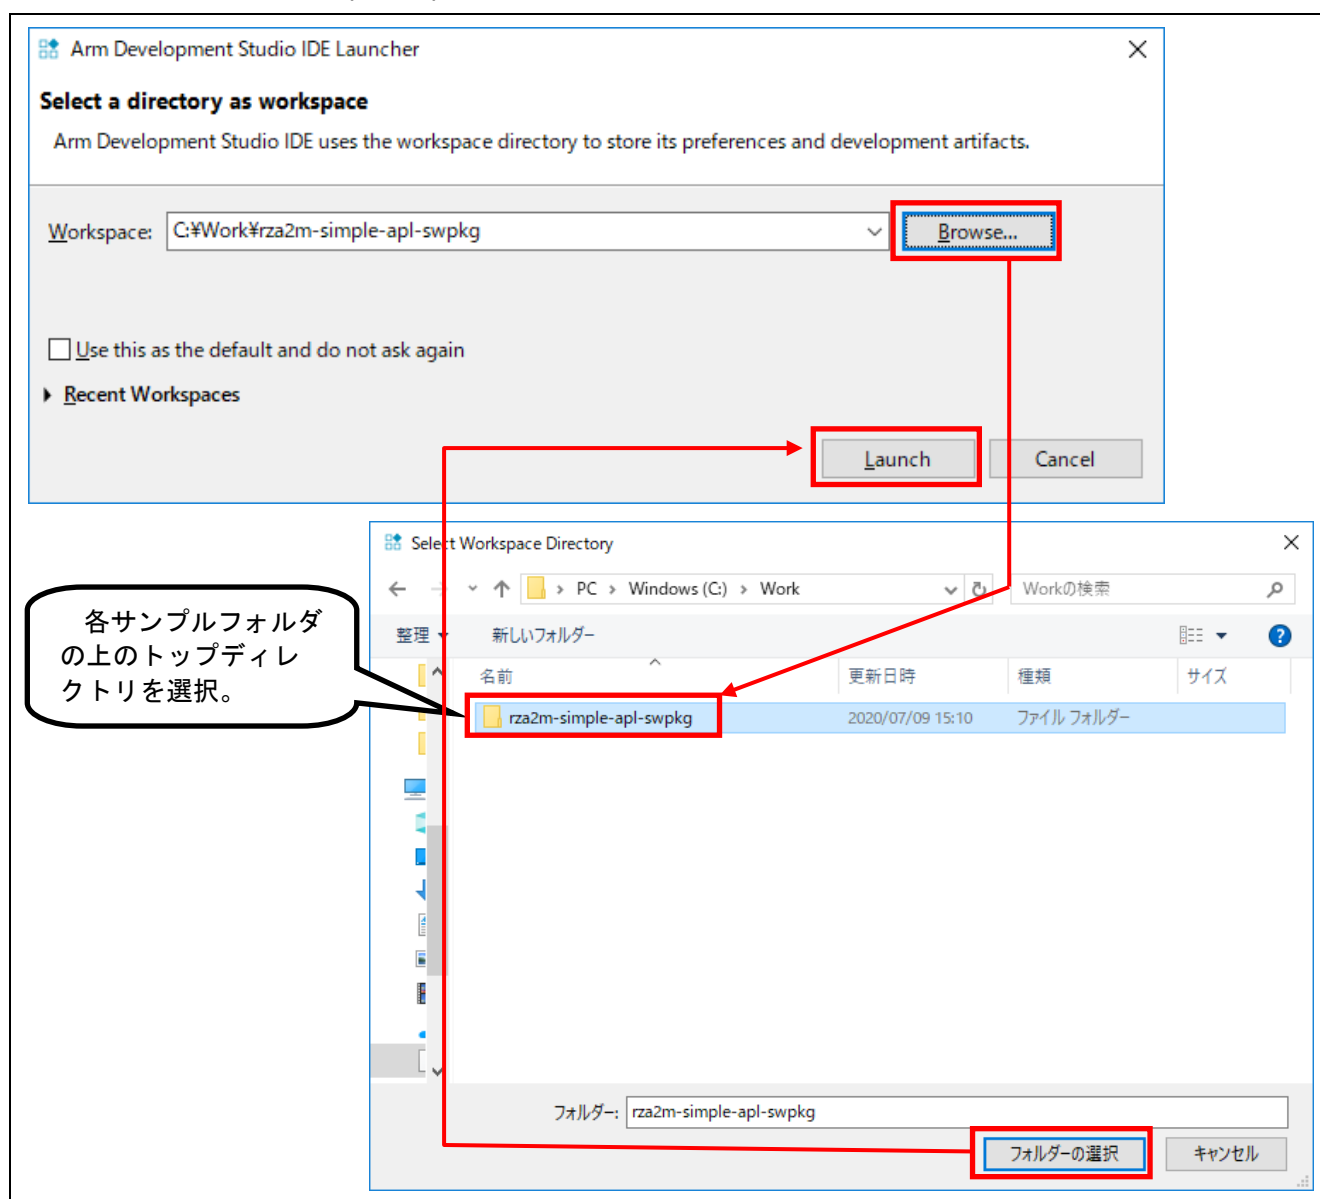

図 3-1 Arm DS の起動
- 各サンプルプロジェクトのサブディレクトリの上にあるトップディレクトリをワークスペースディレクトリに設定します(図 3-1)。